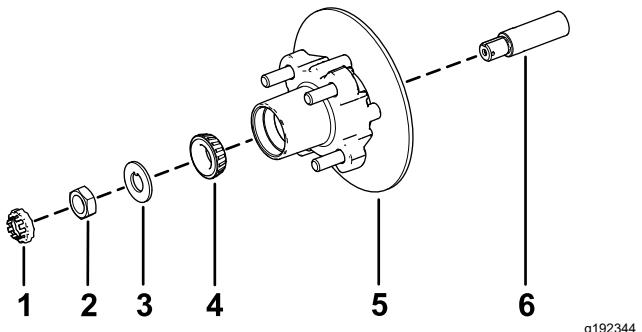

Figura 36
1. Aplique una ligera capa de grasa del tipo especificado en el eje (Figura 36).
2. Monte el cubo y el rotor en el eje con el rotor hacia dentro (Figura 36).
3. Monte el cojinete exterior en el eje y acople el cojinete al anillo de rodadura exterior (Figura 36).
4. Monte la arandela con pestaña en el eje (Figura 36).
5. Enrosque la tuerca en el eje y apriete la tuerca a 15 N·m, girando el cubo para asentar el cojinete (Figura 36).
2. Alinee las pastillas de freno en cada lado del rotor (Figura 32) y los taladros del soporte de la pinza con los taladros de montaje del freno de la mangueta (Figura 36).